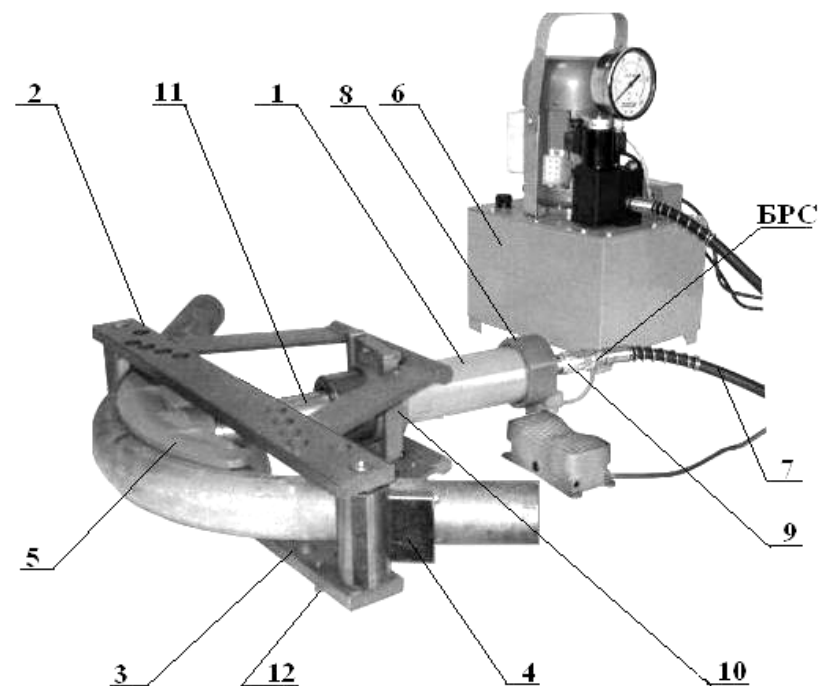
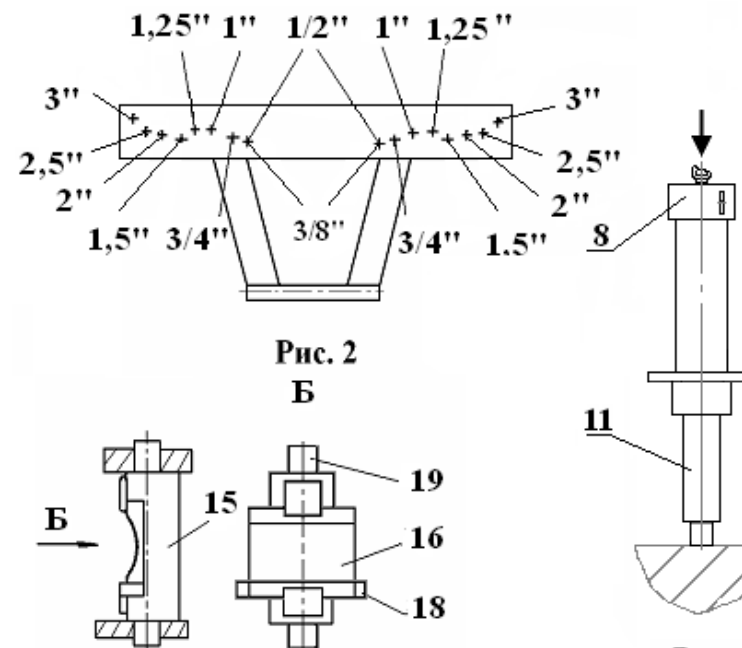

Рис.1
Рис. 2
- 4.1 Трубогиб состоит из гидроцилиндра 1, траверс верхней 2 и нижней 3, двух упоров 4, комплекта гибочных шаблонов 5 и гидравлической насосной станции 6 с рукавом высокого давления 7 с быстроразъёмным соединением БРС на выходе (рис.1).
- 4.3 Траверсы верхняя 2 и нижняя 3 выполнены в виде сварной конструкции, на поперечных планках которых имеются отверстия для установки упоров 4 (рис. 2). Нижняя траверса 3 имеет ножки 12 для установки на рабочей площадке (рис.1).
- 5.6 Соберите трубогиб согласно схеме на рисунке 1, 2, **обратив особое внимание на положение траверс 2 и 3 и упоров 4**, которые должны быть установлены симметрично оси гидроцилиндра в соответствующие отверстия согласно обозначениям на рис. 2.
- 6.1 Установите изгибаемую трубу между гибочным шаблоном 5 и упорами 4 (рис.1).